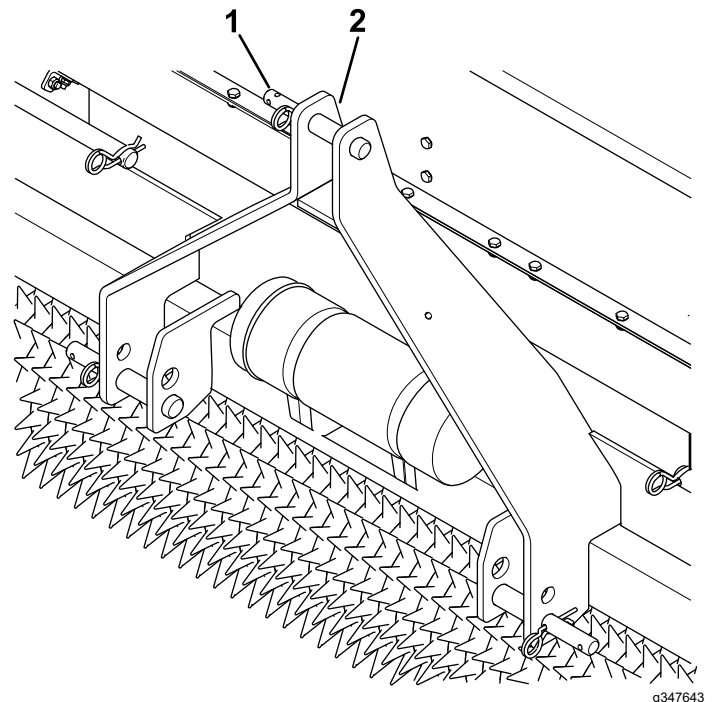

Figura 5
2. Retire las chavetas de los pasadores de enganche (Figura 5).